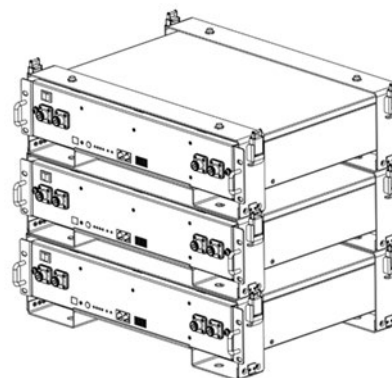

Figure3-7
4. Apilar el número necesario de la batería y del soporte de combinaciones como se describen anteriormente, y apriete los hebillas superior e inferior. Como muestra la Figure3-7.